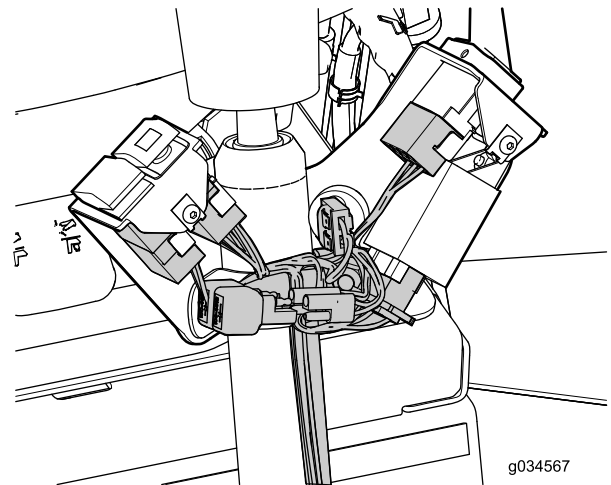

Figura 21
9. Inserite i connettori in interruttori di pericolo, indicatore di direzione, avvisatore acustico e modulo lampeggiatore (Figura 21).